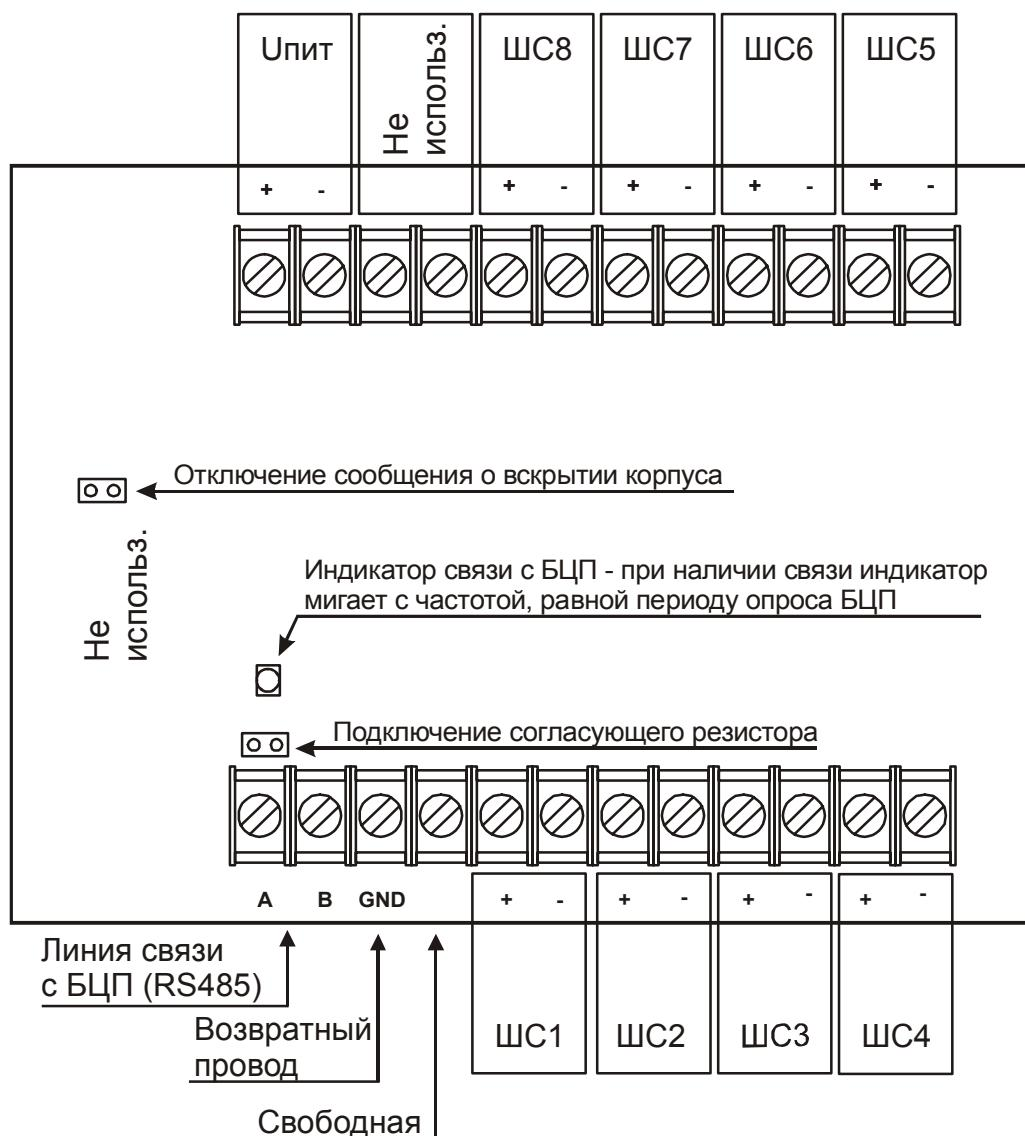

Рис. 8 Внешний вид платы СКШС-03-8
5.3. Подключение СКШС к линии связи с БЦП осуществляется через клеммную колодку, установленную на плате Рис. 8 (клеммы А, В).
5.4 Подключение СКШС к источнику питания осуществляется через клеммную колодку, установленную на плате Рис. 8 (клеммы Upит). Не допускается нарушения полярности подключения. При выборе проводов ШС и ЛС с БЦП и источником питания необходимо учитывать длины кабельных трасс.